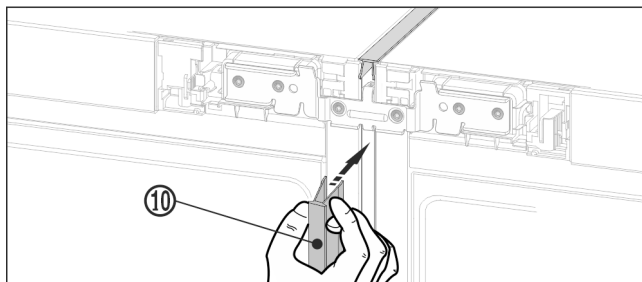

Fig. 18
- Sul lato anteriore premere il listello superiore Fig. 18 (10) lungo nella fessura verticale. Assicurarsi che il listello poggi sulla lamiera di collegamento.